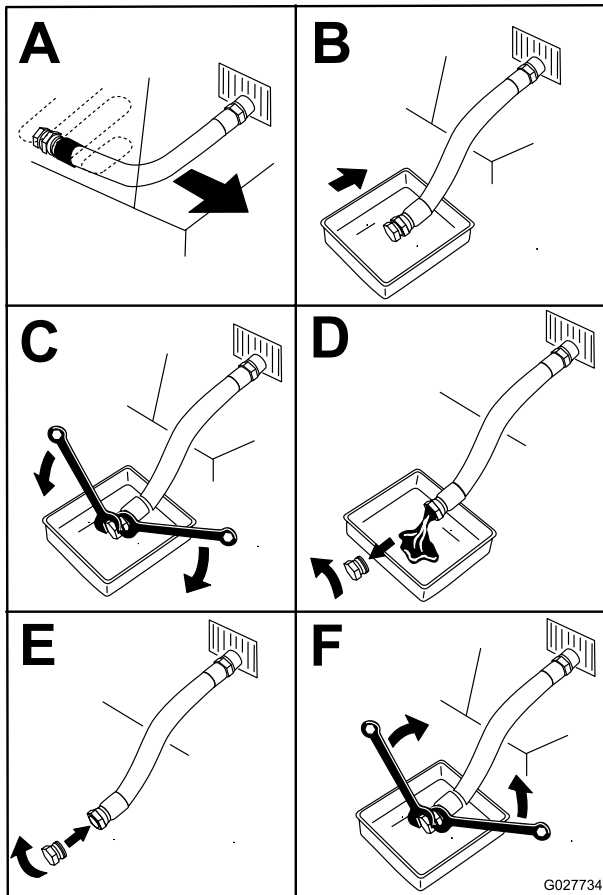

Bild 52
4. Stellen Sie vor dem Verlassen des Fahrersitzes den Motor ab, ziehen den Schlüssel ab und warten, bis alle beweglichen Teile zum Stillstand gekommen sind (Bild 52).